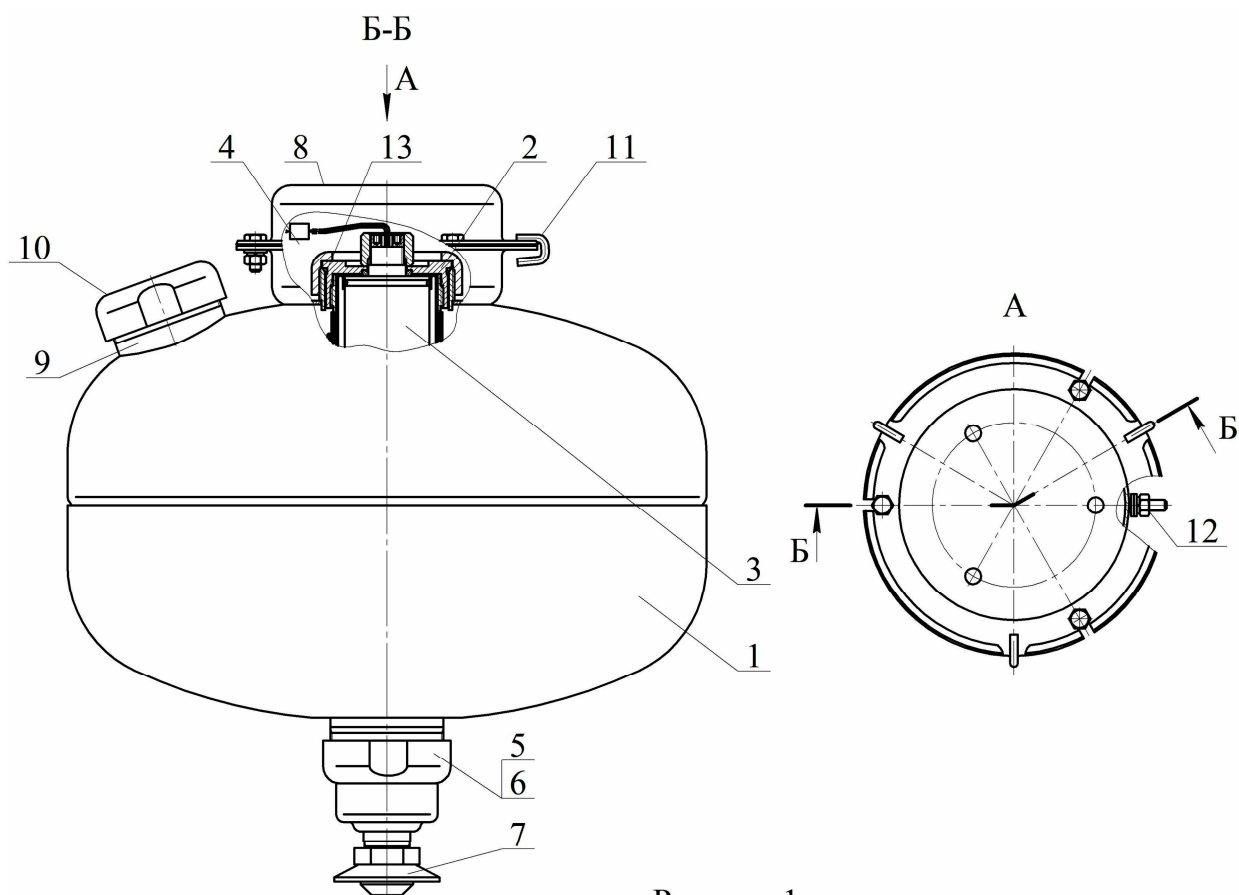

Рисунок 1
4.1.1 МУПТВ (см. рисунок 1) состоит из корпуса **1**, заправленного ОТВ, в котором размещено газогенерирующее устройство **2**. В герметичный корпус газогенерирующего устройства установлен ИХГ **3** с элементом электропусковым **4**. Нижняя горловина корпуса перекрыта срезной мембраной **5**, которая поджата гайкой **6**. С гайкой **6** через фильтрующий элемент соединен ороситель **7**. В верхней части корпуса расположены кронштейн **8** для крепления к потолочному перекрытию, горловина **9** для заливки ОТВ и предохранительный клапан **10**. Для фиксации МУПТВ при монтаже на кронштейне **8** закреплены три скобы **11**. МУПТВ имеет заземляющий зажим **12**.
4.2.1 После подачи электрического импульса на выводы элемента электропускового 4 (см. рисунок 1) ИХГ 3 генерирует газ, который создает давление внутри корпуса МУПТВ для вскрытия мембраны 5 и выпуска через ороситель 7 в зону горения тонкораспыленной струи ОТВ.
6.3 Закрепить кронштейн **8** (см. рисунок 1) на потолке. Координаты отверстий в кронштейне приведены на рисунке 4.
6.5 Залить в отверстие верхней горловины **9** (см. рисунок 1) ОТВ объемом  $13,5^{+0,2}$  дм3. Установить в отверстие горловины предохранительный клапан **10**. Сверху закрутить гайку до упора.
6.6.1 Залить в отверстие горловины **9** (см. рисунок 1) корпуса МУПТВ  $13,2^{+0,15}$  дм3 воды питьевой ГОСТ Р 51232-98, открыть емкость с ингибитором коррозии и добавить его в заполненный водой корпус.
6.8 Накрутить до упора ороситель 7 (см. рисунок 1).
7.4 Комплект поставки для перезарядки МУПТВ (см. рисунок 1):